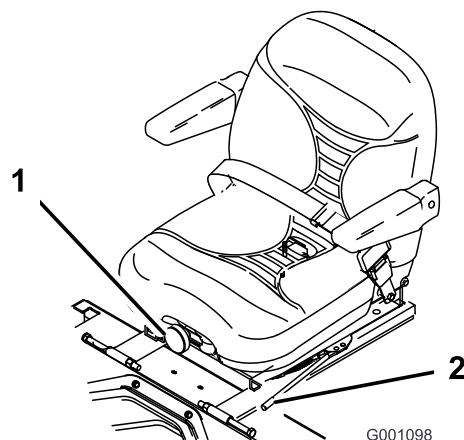

Figure 24
1. Poussez le levier de réglage sur le côté pour débloquer et régler le siège (Figure 24).
Pour ce faire, tournez le bouton avant dans un sens ou dans l'autre pour obtenir la position la plus confortable (Figure 24).